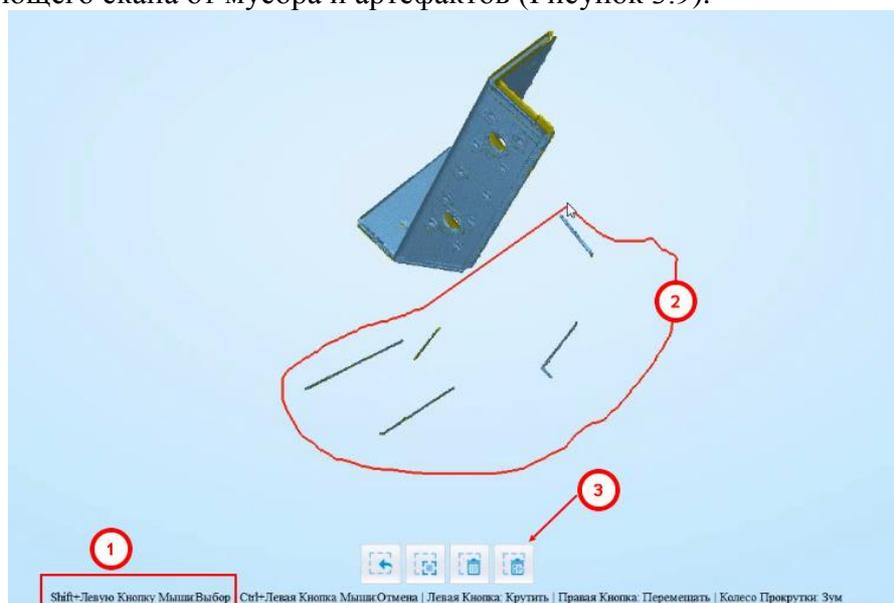

Рисунок 3.9
9. Для режима освещенности, давшего наилучшие результаты выполнить очистку результирующего скана от мусора и артефактов (Рисунок 3.9).